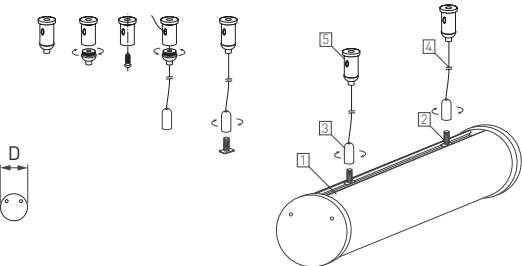

Рис. 2. Установка и подключение светильника
1. Извлеките светильник (1) из упаковки и убедитесь в отсутствии механических повреждений.
2. Закрепите на поверхности цанговый зажим (5), как показано на рис. 2.
3. Проденьте трос (4) в цанговый зажим и отрегулируйте желаемую длину подвеса.
4. Наверните резьбовую втулку троса (3) на закладной винт (2) светильника и плотно закрутите от руки.